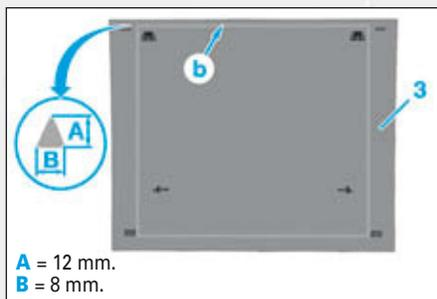

FIG.10
- Tailler la buse en section triangulaire pour obtenir un cordon d'adhésif joint de largeur (B) = 8 mm et de hauteur (A) = 12 mm (Fig.10).
- Appliquer un cordon d'adhésif joint sur le pourtour de la vitre fixe latérale arrière (3) en (b) (Fig.10).